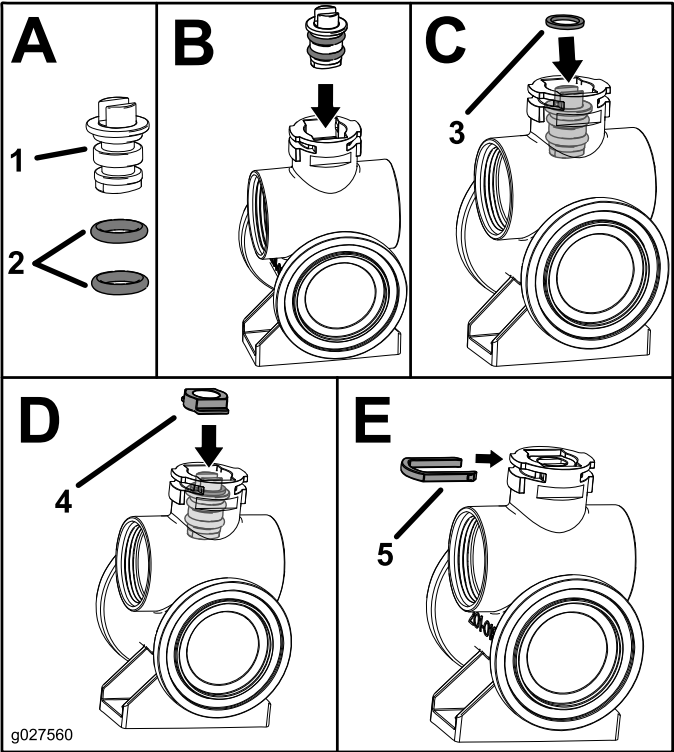

Figure 4
1. Appliquez de la graisse sur la tige de vanne et placez les nouveaux joints toriques sur la tige (partie A de la Figure 4).
2. Insérez la tige de vanne dans le corps de la vanne (partie B de la Figure 4).
3. Placez la rondelle de butée sur la tige de vanne (partie C de la Figure 4).
4. Placez la retenue de tige sur la tige de vanne (partie D de la Figure 4).
5. Placez la goupille fendue de retenue de la tige (partie E de la Figure 4).